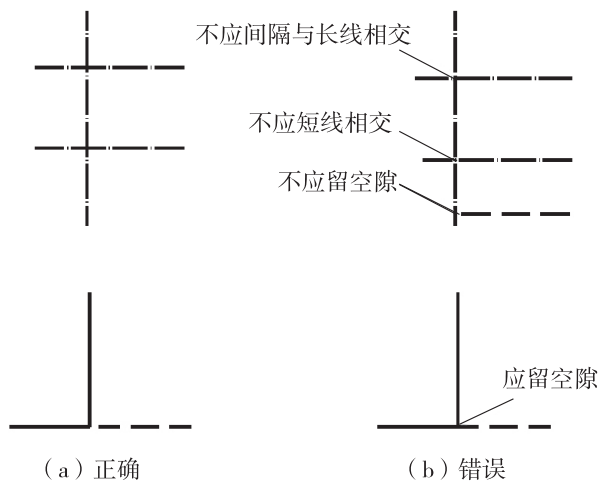

图 1-1-17 虚线、点画线或双点画线和实线相交
4. 虚线、点画线或双点画线和实线相交或它们自身相交时，应以长线相交，而不应为短线或间隔。虚线、点画线或双点画线为实线的延长线时，应在相连处留出间隙，如图 1-1-17 所示。